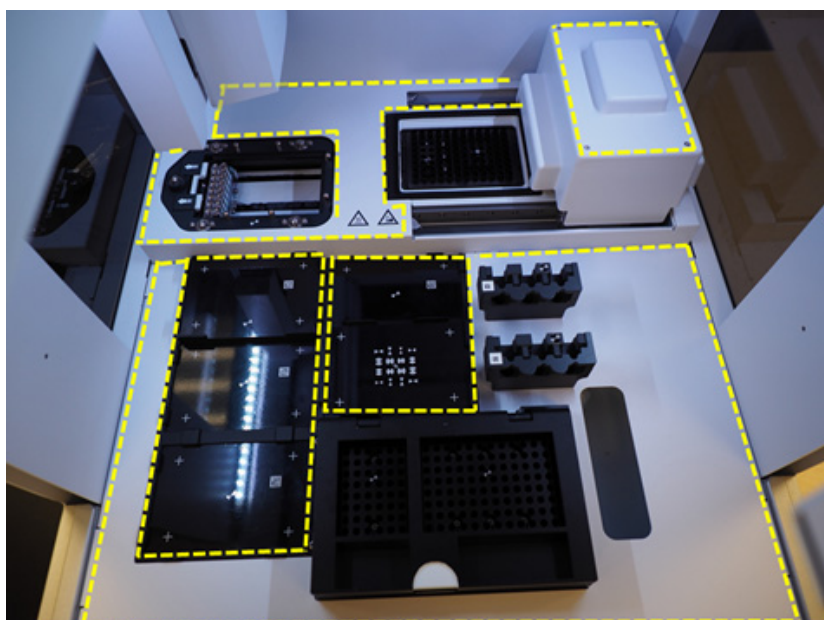

Figura 27 Superficies de la unidad que deben limpiarse
- a **Interior del instrumento:** Abra la puerta del instrumento y limpie las zonas de la unidad señaladas en amarillo en **Figura 27** con una toallita con lejía diluida. A continuación, limpie estas mismas zonas con un paño de laboratorio humedecido con alcohol isopropílico al 70 %.